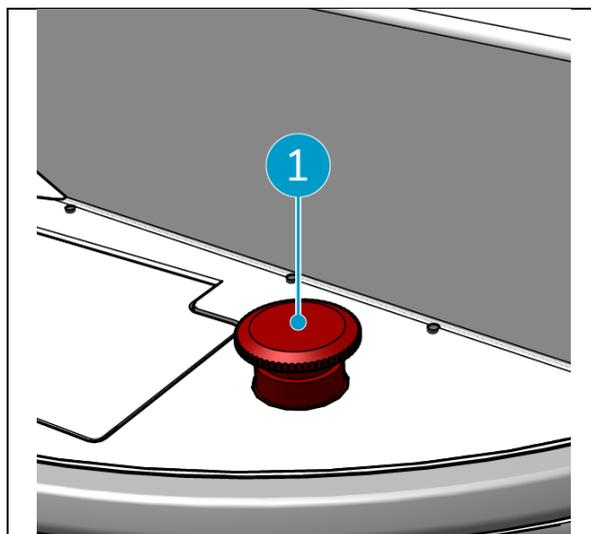

Figura 42
1. Em caso de emergência, prima o botão de paragem de emergência na unidade principal do i-walk (Figura 42, pos. 1). O i-walk pára e a barra de luz pisca a vermelho.